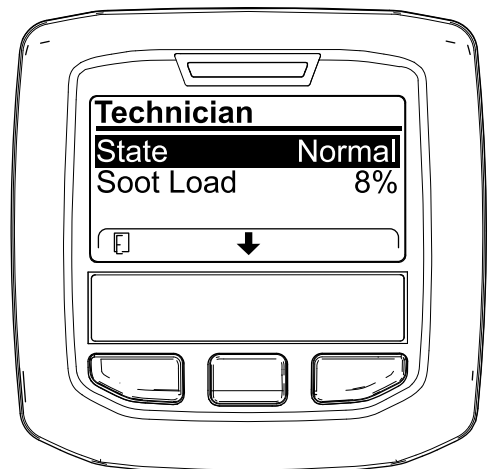

Figura 66
- Utilice la tabla de funcionamiento de DPF para comprender el estado actual del funcionamiento del DPF (Figura 66).